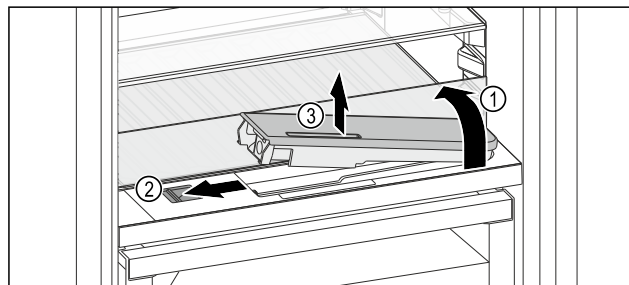

Fig. 194
- ▶ Skleněnou desku nadzvedněte a zaklapněte dozadu až na doraz Fig. 194 (1).
- ▶ Posuvník Fig. 194 (2) posuňte doleva.
- ▶ Vyměňte nádržku na vodu Fig. 194 (3).